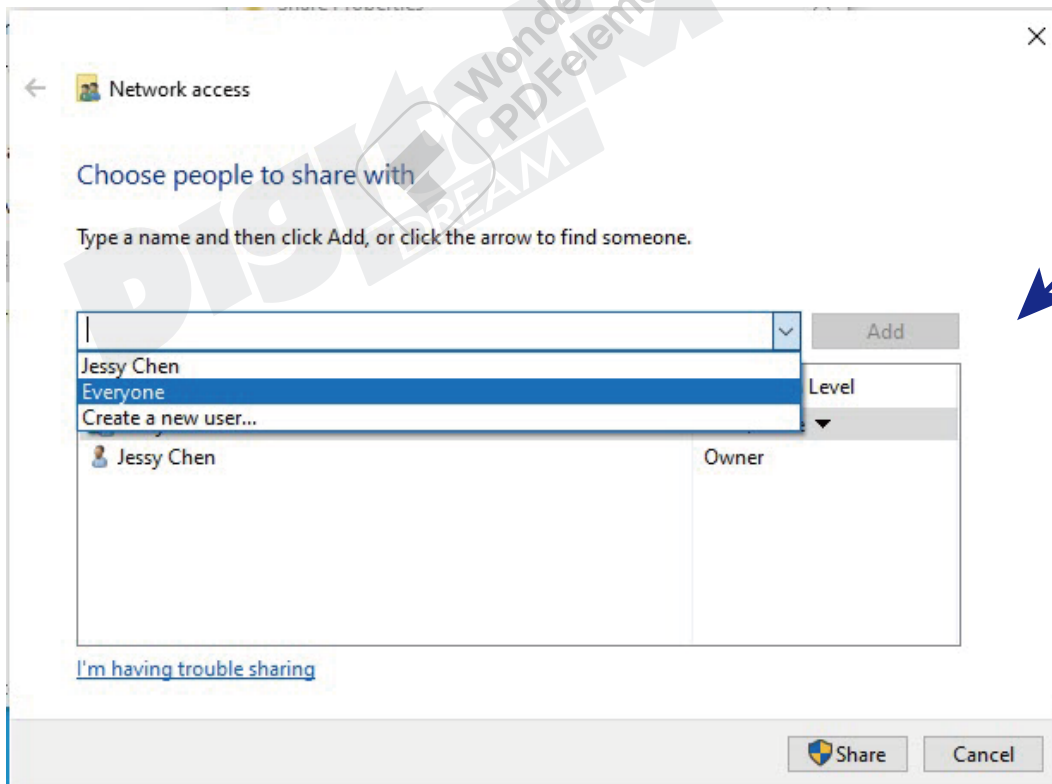

Figura 8-29
- 2) clique no botão “Compartilhar” e a janela “Acesso à rede” aparece como mostra a figura 8-29;